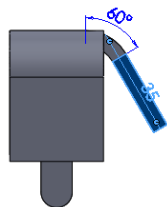
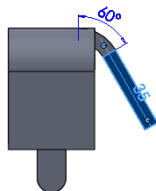

图 7-14 采用“外部虚拟交点”确定法兰长度
图 7-15 采用“内部虚拟交点”确定法兰长度
(2) 设定法兰角度和长度。在角度输入栏中键入角度值 60。在法兰长度输入栏选择给定深度选项，同时键入值 35。确定法兰长度有三种方式，即“外部虚拟交点”或“内部虚拟交点”和“双弯曲”来决定长度开始测量的位置，如图 7-14 和图 7-15 所示。
(3) 设定法兰位置。在法兰位置选择选项中有五种选项可供选择，即“材料在内”、“材料在外”、“折弯向外”和“虚拟交点中的折弯”和“与折弯相切”，不同的